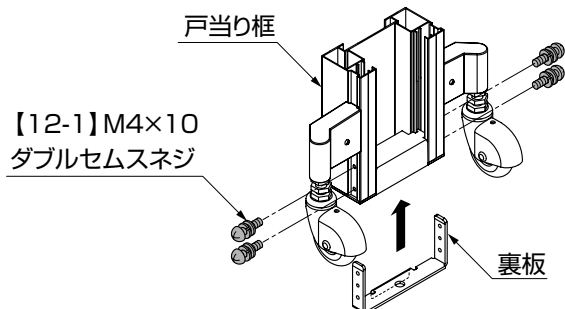

図11-8
- ①裏板を戸当り框に【12-1】で組付けてください。(図11-8参照)